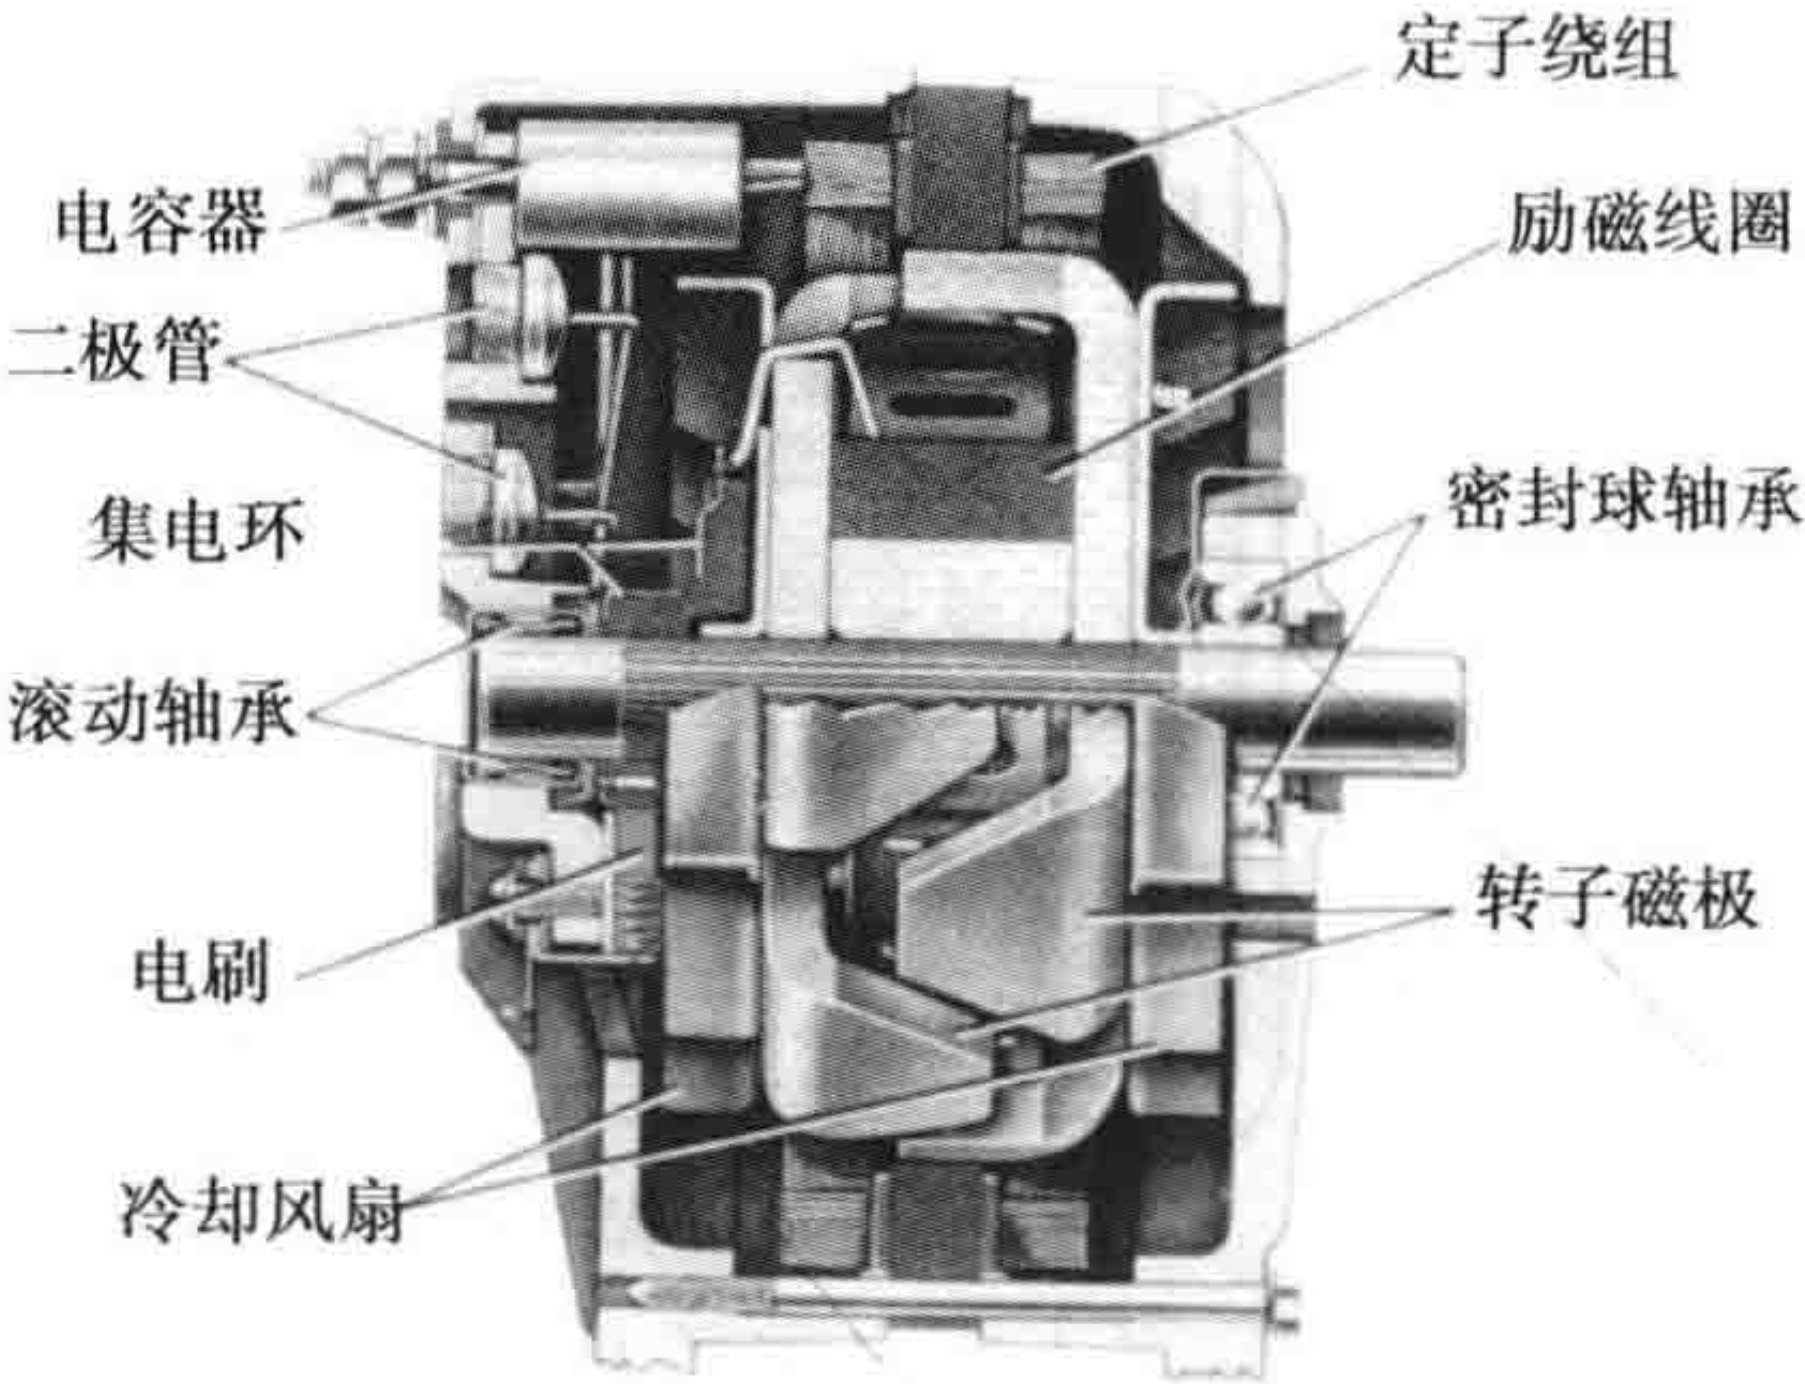

图 I-10 用在汽车中的交流发电机
- **磁体** 当一个磁体移动经过一段导线或一段导线移动穿过一个磁场时，电就产生了。两种方法产生的结果是相同的，运动、磁场和一段导线是产生电所必需的。迄今为止，磁是产生电最便宜的方式。我们使用磁体为房屋和汽车发电。每个汽车的引擎盖下边都有一台发电机，这个装置能够产生大量电能。这个发电机为交流发电机，因为它产生交流电（AC）。交流电流首先向一个方向流动，然后向另一个方向流动。直流电流只向一个方向流动（见图 I-10）。